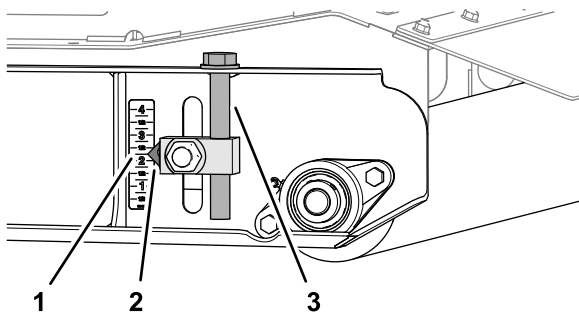

Bild 83
5. Heben Sie die linke und rechte Schnitthöhenverstellung an der hinteren Rolle auf die 2 1/4" Markierung auf dem Aufkleber an (Bild 83).